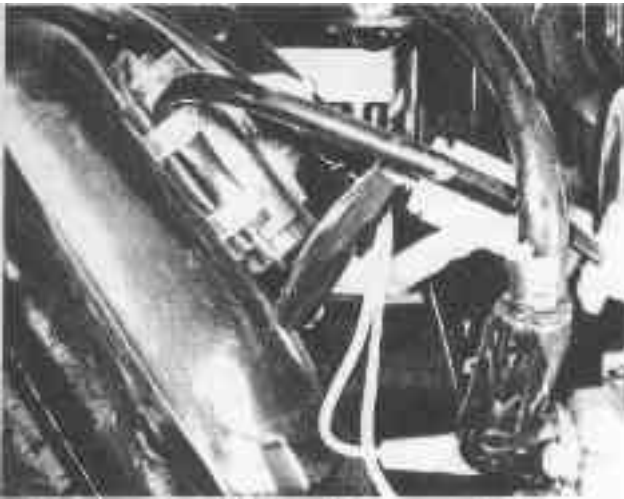

Bild 268
- Der Kondensator ist (entgegen der üblichen Unterbringung) unter der Sitzbank angeordnet und nach Abnehmen der linken Blechverkleidung zugänglich (Bild 268). Zur Befestigung und gleichzeitiger Herstellung des Massekontakts dient eine Kreuzschlitzschraube mit Scheibe.